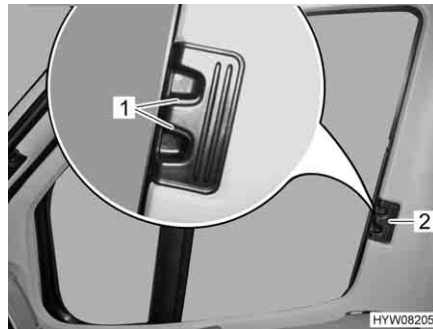

Bild 88 Plisségardin för förar-/passagerarfönster
- Tryck in låshandtagen (Bild 88,1) och håll dem intryckta.
- Ta tag i handtaget (Bild 88,2) och dra plisségardinerna för förar-/och passagerarfönstret till den andra fönstersidan och fäst med magnetremmorna.
- Ta tag i handtaget (Bild 88,2) till plisségardinerna för förarfönstret och passagerarfönstret och skjut in dem så långt det går.
- Släpp låshandtagen (Bild 88,1) och låt dem haka fast.